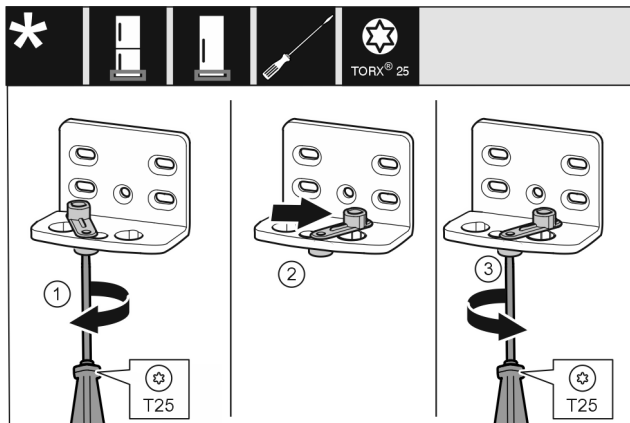

Fig. 23
- ▶ За допомогою викрутки T25 послабте гвинт. Fig. 23 (1)
- ▶ Допоміжний засіб для закривання дверцят підніміть і поверніть в отворі праворуч на 90°. Fig. 23 (2)
- ▶ За допомогою викрутки T25 закрутіть гвинт. Fig. 23 (3)